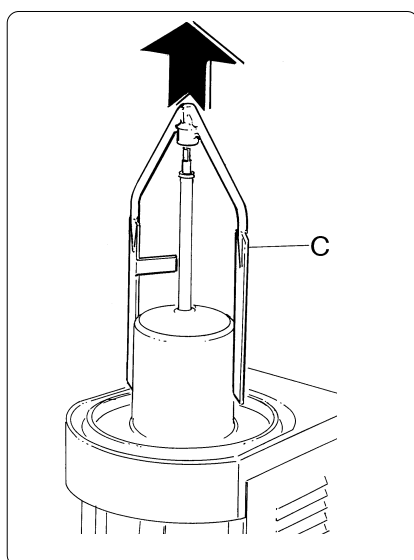

Fig. 4
- Estrarre la pala mescolatrice (C) tirandola verso l'alto (fig. 4).